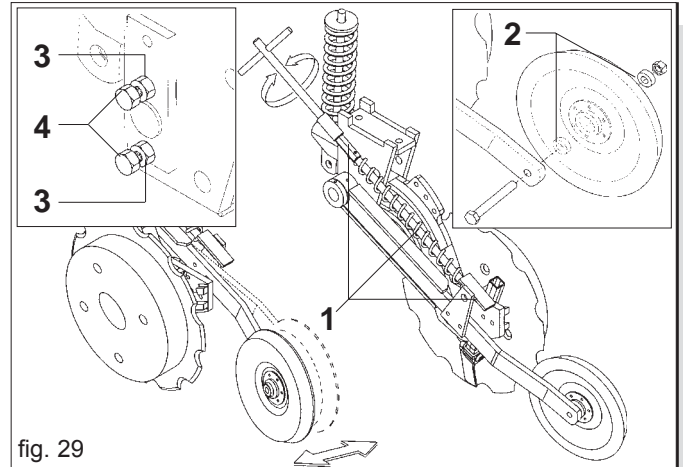

fig. 29
darum muß der Druck sorgfältig eingestellt werden. Man kann die Wirksamkeit der Druckrolle ändern durch (Abb. 29):
- Änderung der Federspannung (1);
- Änderung des Abstandes zwischen Druckrolle und Scharfurche; durch die Veränderung der Abstandshülse Position (2).
**Kontrollieren Sie regelmäßig das eventuelle Samenandruckrollenspiel in dem man folgende Einstellung durchführt (Abb. 29):**
- die Gegenmutter lockern (3);
- die Schrauben (4) vorsichtig anziehen und gleichzeitig das hintere Samenandruckrollenspiel prüfen;
- die vorherige, gelockerte Gegenmutter (3) wieder anziehen.